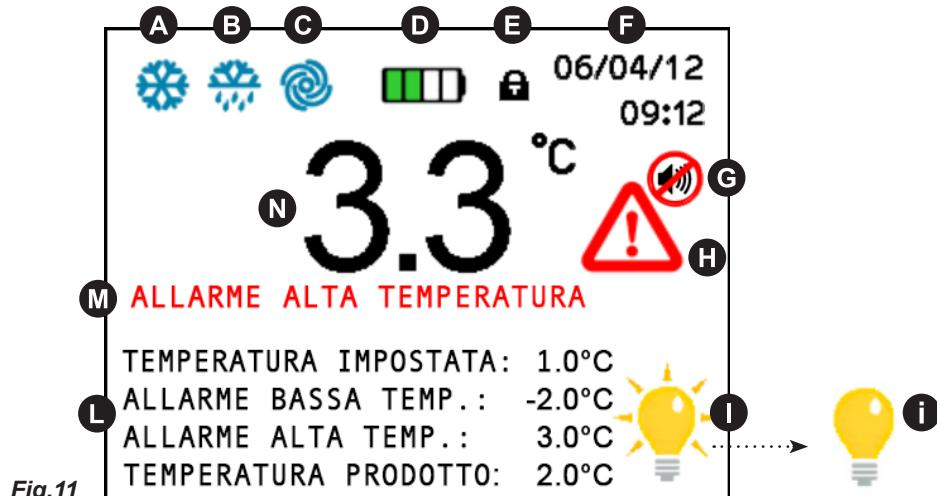

Fig.11
- Display (1). Visore di temperatura e dello stato di funzionamento della macchina
- Pulsanti capacitive touch (2), (3), (4), (5), (6), (7). Consentono differenti funzioni in base al menù contestuale OSD (on screen display) visualizzato in quel momento sul display
- Pulsante ON/OFF (8). Consente l'accensione e lo spegnimento del pannello
- Pulsante MENU (9). Consente l'accesso al menù principale
- Pulsante HOME (10). Consente in qualsiasi momento (se retroilluminato) di tornare alla schermata principale
- Pulsante ESC (11). Consente di ritornare al menù precedente
- Pulsante INVIO (12). Conferma la scelta e le variazioni effettuate nel menù visualizzato sul display
8.1.2 Il display (1) e le indicazioni di funzionamento (**Fig.11**)